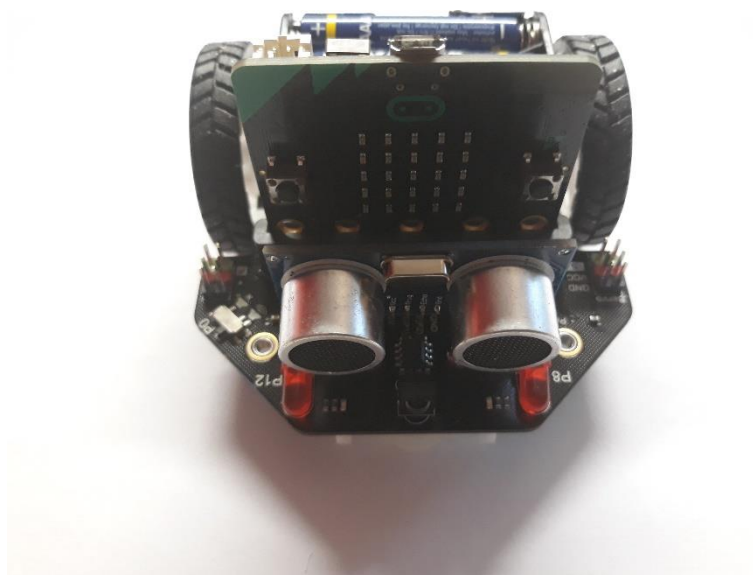

Fig. 24 : Position de la carte BBC micro:bit sur le corps du robot.
9. Connecter la carte BBC micro:bit en prenant garde au sens de celle-ci (fig. 24).